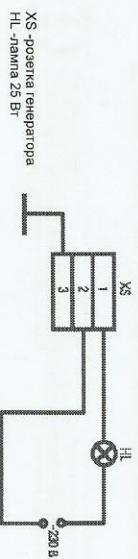

Рис.4 Схема возбуждения генератора в случае его размагничивания
10.8. В случае потери возбуждения генератора, приложить к контактам розетки генератора напряжение 230В в течение 1 сек. согласно схеме, рис. 4.